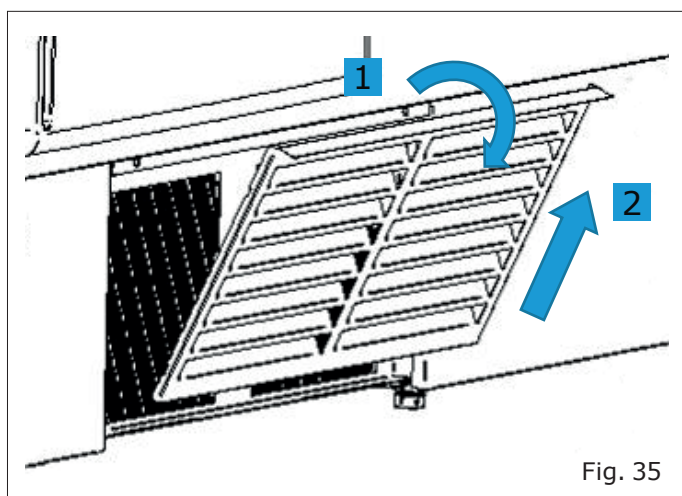

Fig. 35
- Rimuovere la griglia del condensatore rimuovendo i pomelli che la fissano e seguire le indicazioni (Fig. 35).